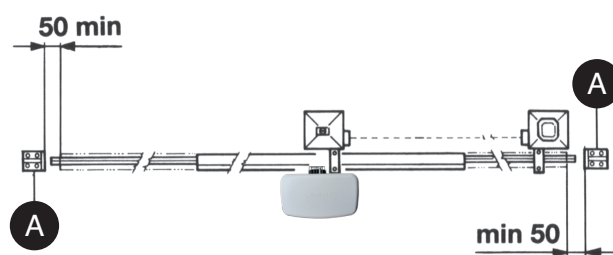

FIG. 2
- Además de los finales de carrera presentes en la unidad, es necesario que en cada una de las dos posiciones extremas del recorrido haya un seguro mecánico fijo que pare la cancela en caso de mal funcionamiento del final de carrera. Con este objetivo el seguro mecánico tiene que ser dimensionado para poder resistir el empuje estático del motor más la energía cinética de la cancela (A) (Fig. 2).